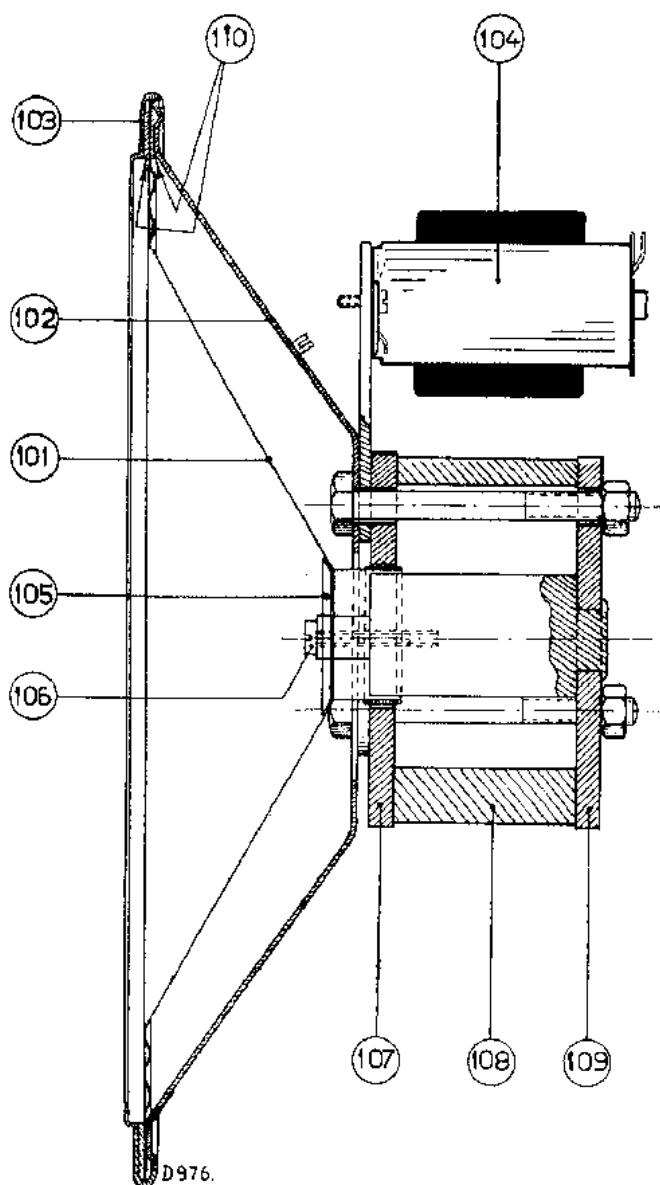

Fig. 7
2. Zorg dat voor- en achterplaat (fig. 7 pos. 107 en pos. 109) in geen geval van de magneet getrokken worden; hierdoor zou deze (evenals bij reparatie op een ijzeren plaat) verzwakken.